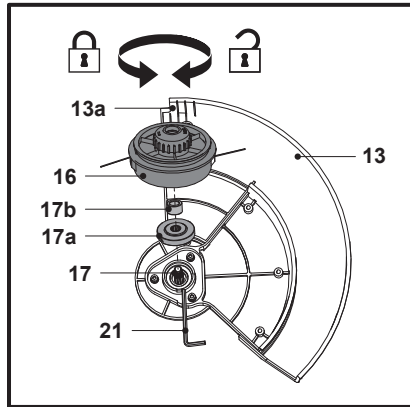

Fig. 9
1. Asigură-te că apărătoarea trimmerului (13) a fost fixată corespunzător.
2. Asigură-te că bucușă interioară (17a) și flanșă suport (17b) sunt montate corect pe ax (17).
3. Rotește flanșă suport (17b) până ce orificiul acesteia se aliniează cu creștătura de pe capul antrenor (15).
4. Introdu capătul mai mare al unelei multifuncționale (21) în orificiu pentru a bloca axul (17).
5. Înșurubează capul de tăiere (16) pe ax (17) și strânge-l în sens antiorar cu mâna (Fig. 9).
6. Scoate unealta multifuncțională (21).